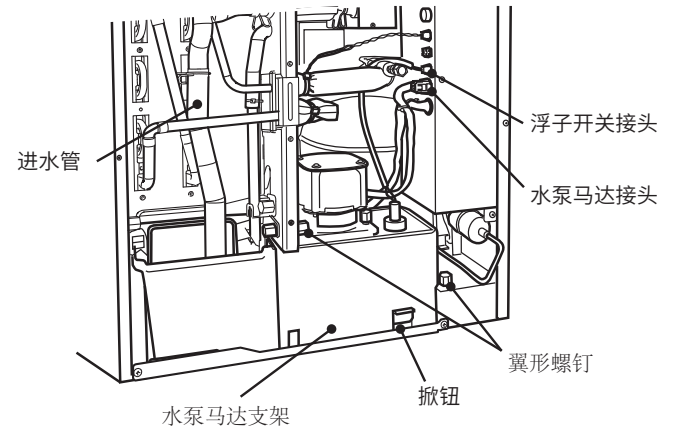

图 3
2) 松开固定水泵马达支架的翼形螺丝。请参见图3。
请务必将进水软管从铜管后部穿过,并将其牢固连接到位”(参见图3)。否则,进水软管可能会卡在前隔离片中,导致运行异常。